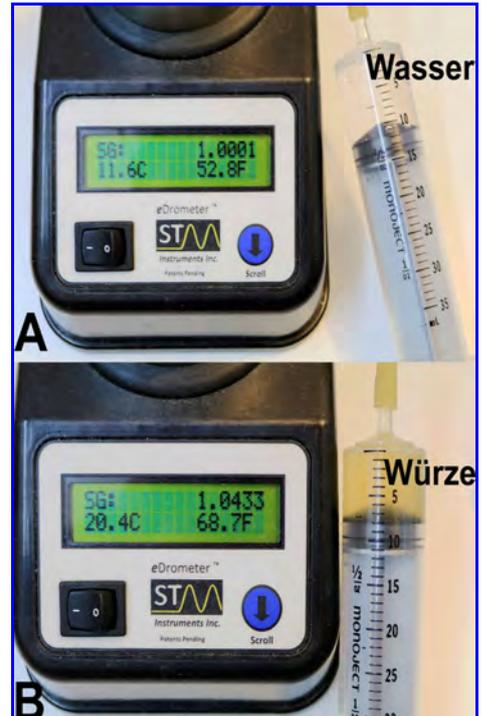

Abb. 16. eDrometer-Messungen.
2. bei Kalibrierungsabweichungen TRIM durchführen (Abb. 16 oben):
- Die Anzeige der Messwerte ist in Abb. 16 dargestellt: durch Pressen des SCROLL-Knopfs kann zwischen den verschiedenen Messwertdarstellungen "SG (relative Dichte) → → Brix → Plato" etc. gewechselt werden